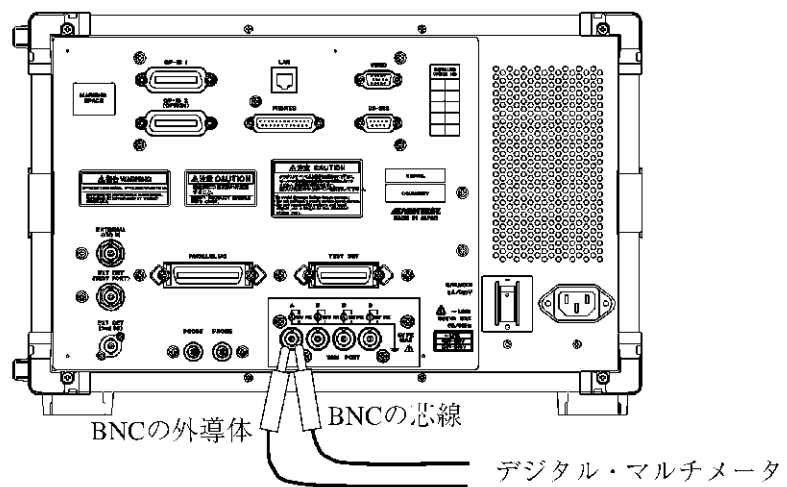

図 15-11 VSIM の A チャンネルの電流確度測定
- デジタル・マルチメータを電流測定モードにし、図 15-11 のように VSIM の A チャンネルに流れる電流を測定します。また、デジタル・マルチメータのプローブをあてている状態で画面上の CH A の電流測定値を記録します。